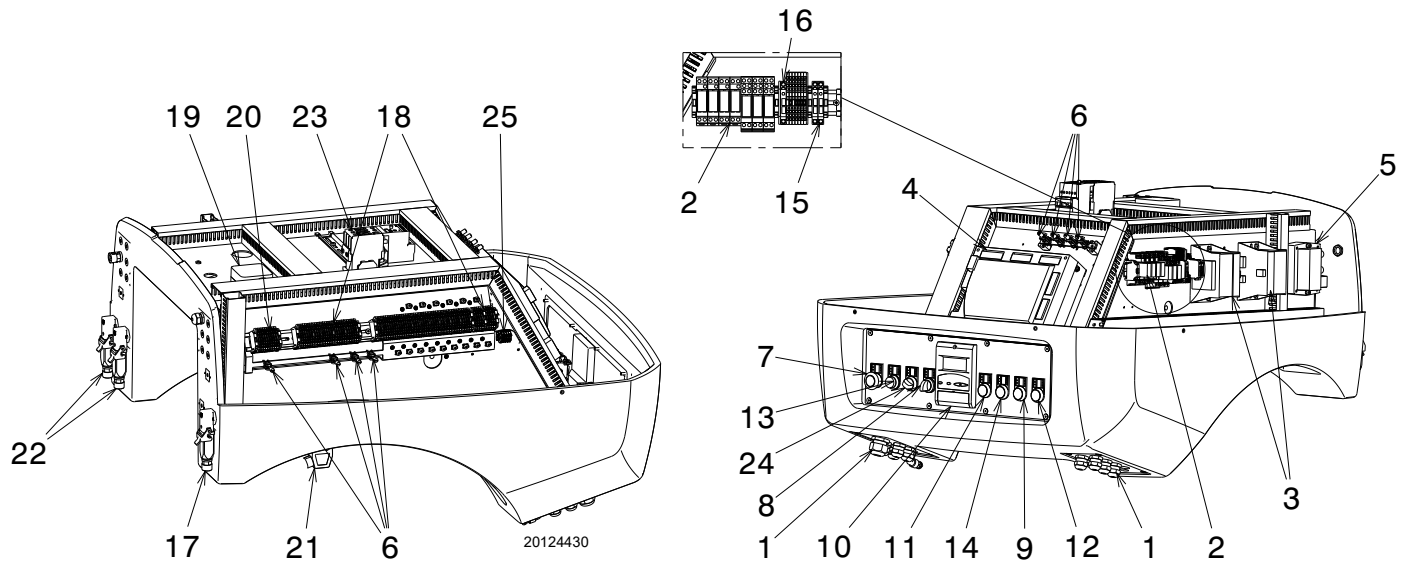

Fig. 5
- **Blocage de la boîte de contrôle** : l'allumage du bouton (**DEL rouge** 13) (Fig. 5) avertit que le brûleur est mis en sécurité. Pour le déblocage, appuyer sur le bouton 13) (Fig. 5) ou utiliser l'afficheur.